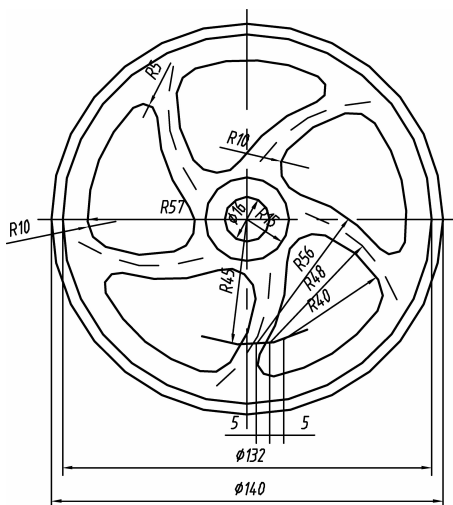

图 3-22 实训二完成图
(8) 作  $\phi 16$ 、 $\phi 30$ 、 $\phi 132$  和  $\phi 140$  的圆并完成标注完成图形,如图 3-22 所示。